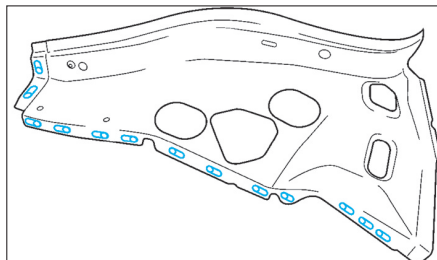

FIG. 122
- Effectuer des trous oblongs de 8 x 20 mm sur le renfort de tôle de feu arrière neuf (Fig.122).